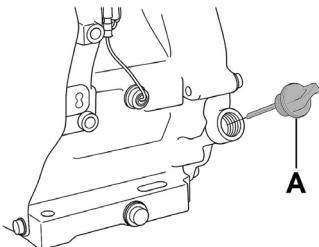

Рис. 6 Крышка-щуп маслозаливной горловины
- Выкрутите крышку-щуп (A) маслозаливной горловины и извлеките щуп (Рис. 6)